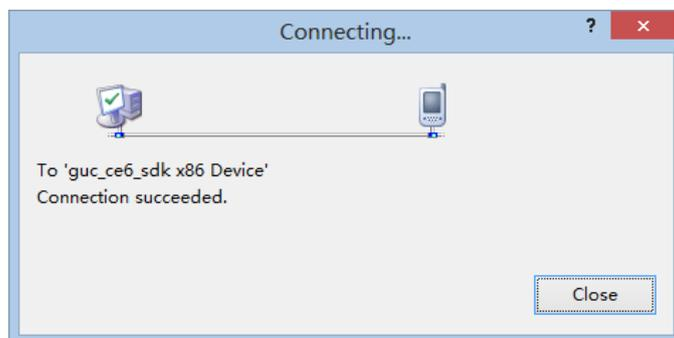

图 5-7 Manual Server-Action 对话框
- 点击 Visual Studio 工具栏的‘Connect to device’或者通过菜单‘Tools’—‘Connect To Device’。建立 Visual Studio 与控制器的调试连接，连接成功后如下图 5-7 所示。成功建立后，连接将一直保留，直到网络断开或者控制器重启或者 Visual Studio 重启，如果连接断开，请重复以上的过程重新建立。